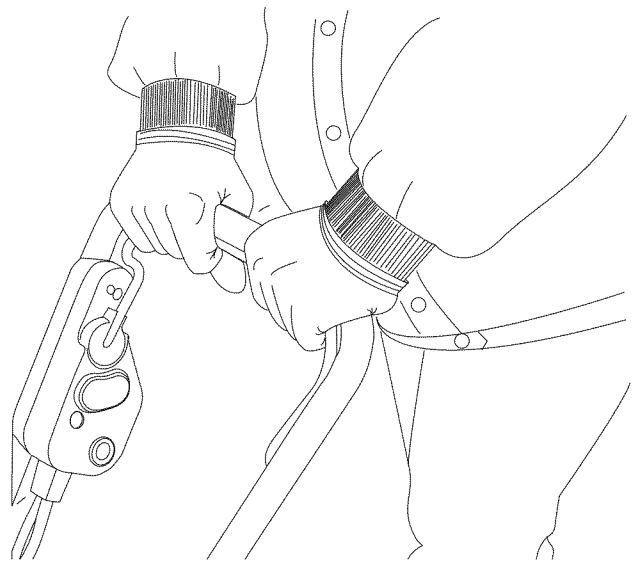

Fig. 6
4. Tenez la poignée de sécurité et utilisez la machine (Fig. 6).